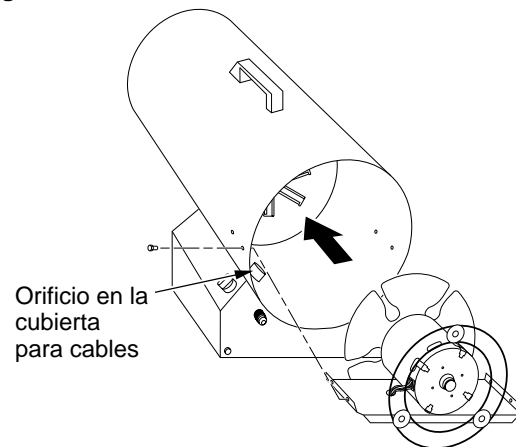

Figura 7: Reemplazo del motor, del montaje del motor y del resguardo del ventilador en el calentador
14. Dirija los cables del motor con cuidado a través del orificio en la cubierta (consulte la figura 7). Coloque el motor, el montaje del motor y el resguardo del ventilador en la parte posterior de la cubierta del calentador.